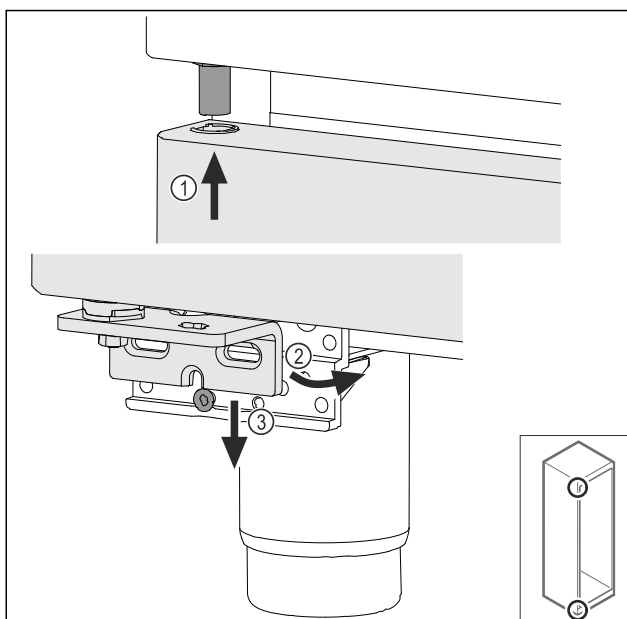

Fig. 49
- ▶ Deur iets gekanteld aan de bovenzijde terugplaatsen Fig. 49 (1), deur recht uitlijnen Fig. 49 (2) en aan de onderzijde op de lagerbokschoef Fig. 49 (3) plaatsen.